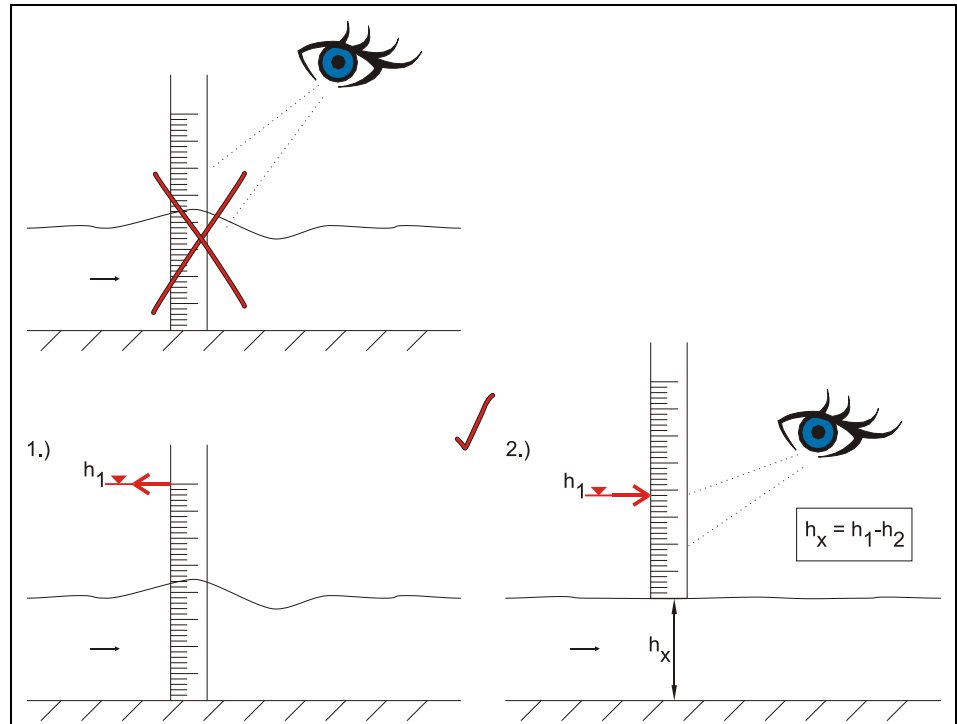

Abb. 13-1 Ermittlung Referenzhöhe unter Betriebsbedingungen
- Messen Sie den Füllstand im Kanal mit einem Meterstab (siehe Abb. 13-1)